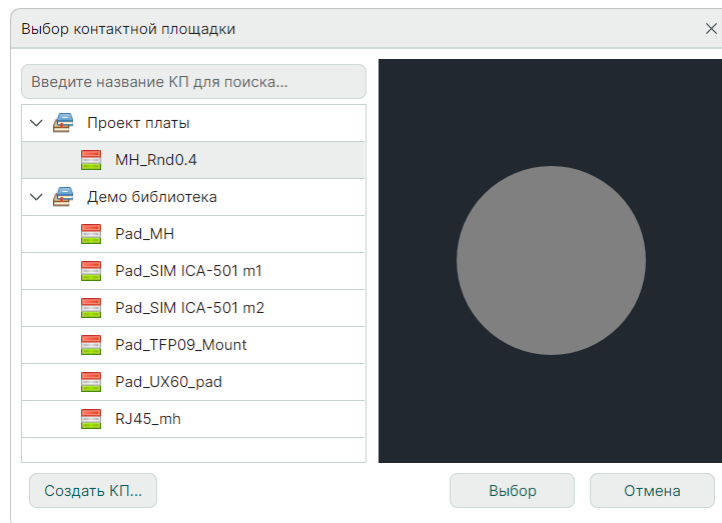

Рис. 186 Выбор типа монтажного отверстия
2. Выберите тип монтажного отверстия в окне «Выбор контактной площадки» и нажмите кнопку «Выбор», см. Рис. 186. В окне отображаются монтажные отверстия, созданные во всех доступных библиотеках.